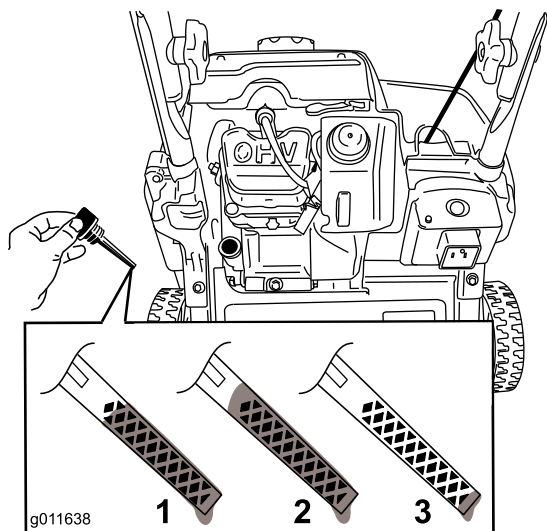

Figura14
3. Curățați zona din jurul capacului de umplere cu ulei (Figura14).
8. Pentru a determina nivelul corespunzător de ulei de pe joja, consultați Figura14.